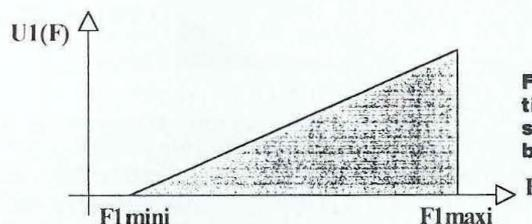

Fig. 2.1 : Représentation du spectre d'un signal quelconque en bande de base.
L'exposé rationnel des principes de base de l'échantillonnage passe nécessairement par la représentation spectrale et temporelle d'un signal. Or, il est utopique de vouloir représenter le spectre en fréquence d'un signal que l'on sait continuellement variable et non périodique sur un intervalle réduit. Par convention, on illustrera alors symboliquement la bande de base d'un signal quelconque par un triangle grisé (figure 2.1). La forme de l'enveloppe qui a été choisie vient du fait qu'elle se prête particulièrement bien à l'explication qui va suivre. Précisons enfin qu'on nomme "bande de base" le spectre d'un signal avant échantillonnage. Un(t) désigne un signal "Un" dont l'évolution est représentée en fonc-
cas de la figure 2.1, on peut remarquer que le signal U1(F) est composé d'un ensemble de fréquences comprises entre Fmini et Fmaxi, avec une augmentation de niveau régulière vers le haut du spectre. Maintenant que nous avons positionné certains repères, revenons plus précisément à la...